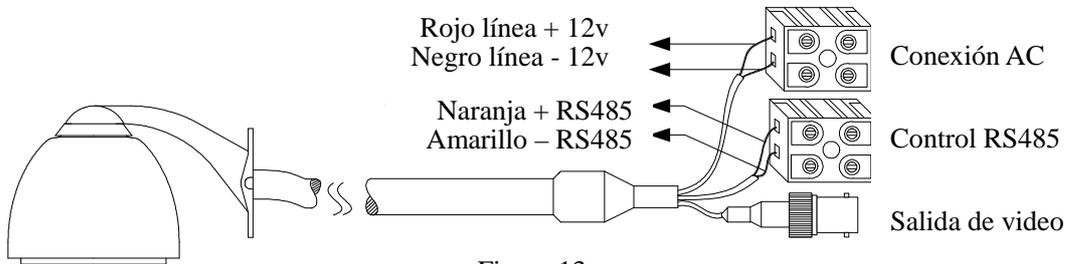

Figura 13
- 6) Conecte los cables de control del domo (vea la Figura 13).